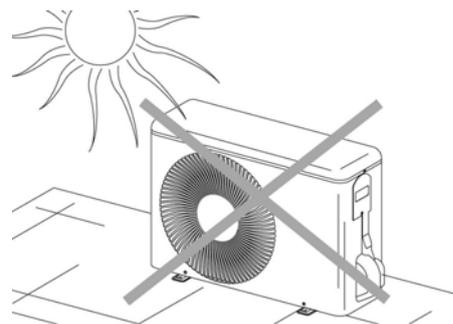

Fig.14
- Deve essere al riparo dai raggi solari diretti (fig. 14).